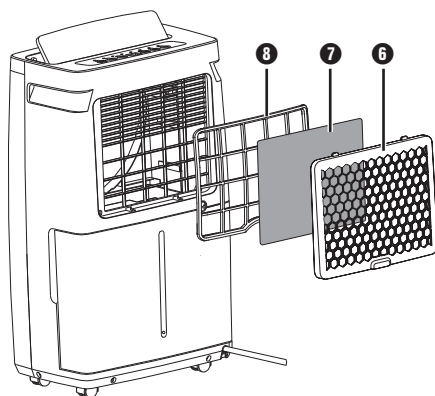

Fig. 6
- ◆ Le montage a lieu dans l'ordre inverse (voir fig. 6).